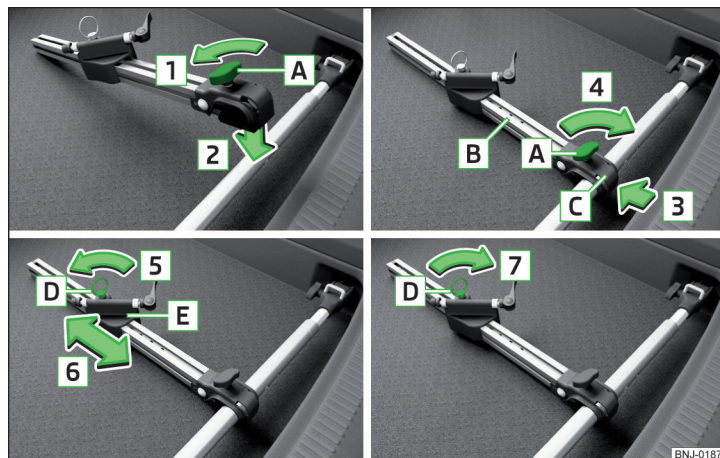

Fig. 120 Montar el portabicicletas
- Para **instalar**, aflojar el tornillo **A** en el portabicicletas (en lo siguiente solamente soporte) en el sentido de la flecha **1** » fig. 120.
- Si se quiere transportar dos bicicletas, entonces aflojar el tornillo [A] » fig. 120 de la pág. 91 en el soporte y desplazar el soporte junto con la bicicleta fijada hacia la izquierda.
- Apretar el tornillo [A] » fig. 120 de la pág. 91 en el soporte.
- En caso necesario ajustar la posición de la parte deslizable [E] » fig. 120 de la pág. 91.